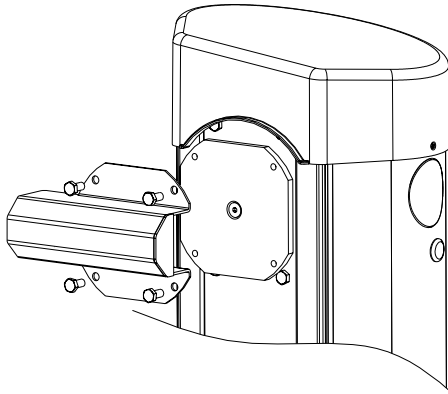

Fig. 5
- Faire fixer le support porteur-barre, sans visser à fond les vis (Fig. 5).